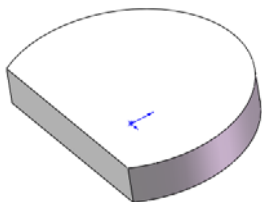

图 8-11 拉伸实体
(2) 单击“特征”工具栏中的“拉伸凸台/基体”按钮, 或执行“插入”→“凸台/基体”→“拉伸”菜单命令, 弹出“凸台-拉伸”属性管理器; 在“深度”一栏中键入值 5, 然后单击“确定”按钮, 结果如图 8-11 所示。